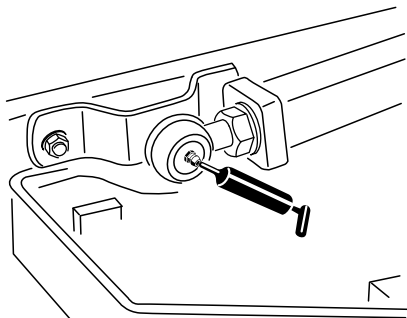

Рисунок 48
- Шаровые опоры подъемных рычагов (2 шт.) (Рисунок 48)